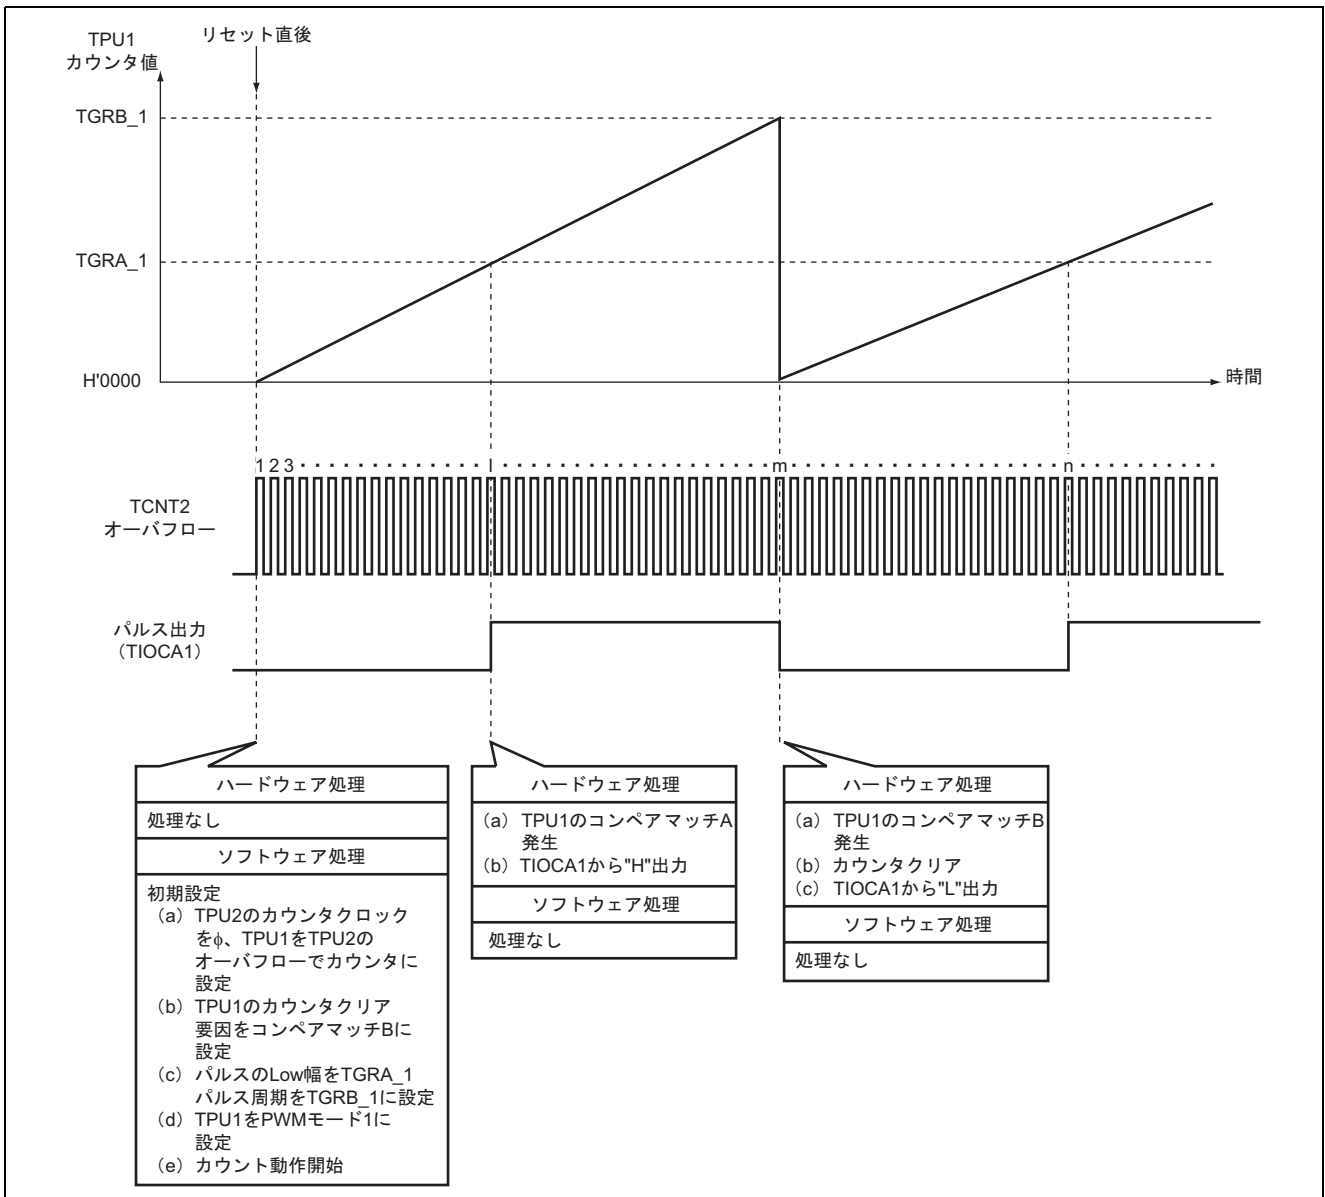

図3 長周期パルス出力動作原理
(1) 図3に動作原理を示します。図3に示すようにH8S/2239のハードウェアの処理およびソフトウェアの処理により長周期パルス出力を出力します。